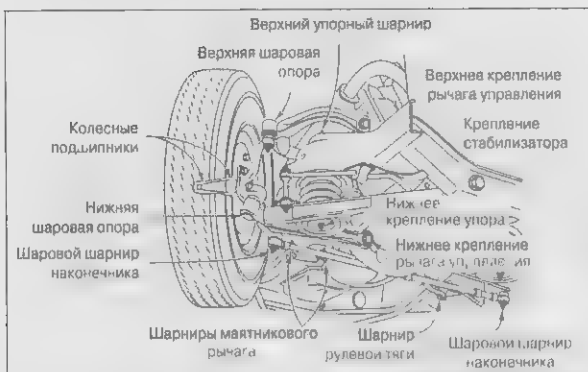

Рис. 16.4. Места смазки передней подвески
- ✓ Перед тем как поехать на станцию технического обслуживания, попробуйте найти шаровые опоры самостоятельно, заглянув под передок вашего автомобиля. Проследите за валом, который идет от одного колеса к другому. Точки смазки обычно находятся в верхних части рычагов, которые крепят колеса к рулевому приводу (поворотные кулаки) и в центре, где делаются наконечники. В некоторых моделях автомобилей можно найти от 8 до 10 таких точек смазки. А на других моделях их вообще нет. Но чаще всего их бывает от четырех до шести. На рис. 16.4 показаны точки смазки автомобиля.